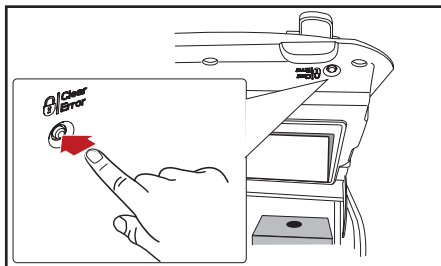

Fig. 5.2 - Apparaat op slot zetten
1. Open de koelingdeur en druk op de LOCK/Clear-Error knop (fig 5.2) om te voorkomen dat tijdens het reinigen per ongeluk dranken worden uitgegeven.